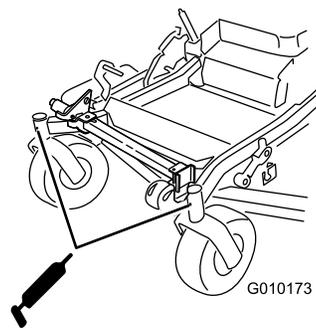

Figura 42
- Retire el engrasador del orificio. Instale el tapón hexagonal y la tapa (Figura 42).